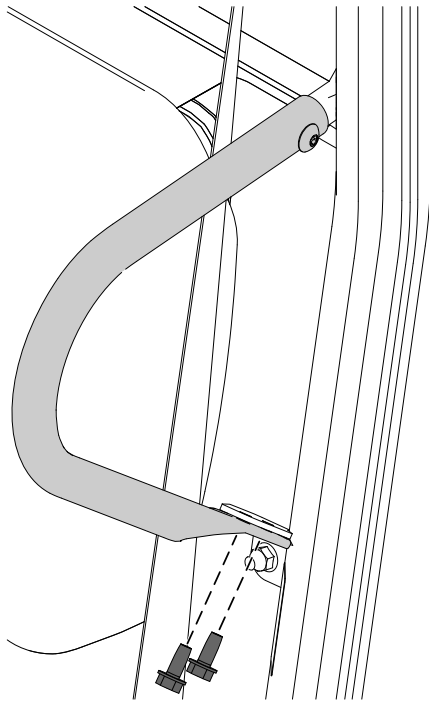

Figure 1
5. Retirez les vis à tête hexagonale du support de la retenue d'épaule et conservez-les pour l'installation ultérieure (Figure 1).